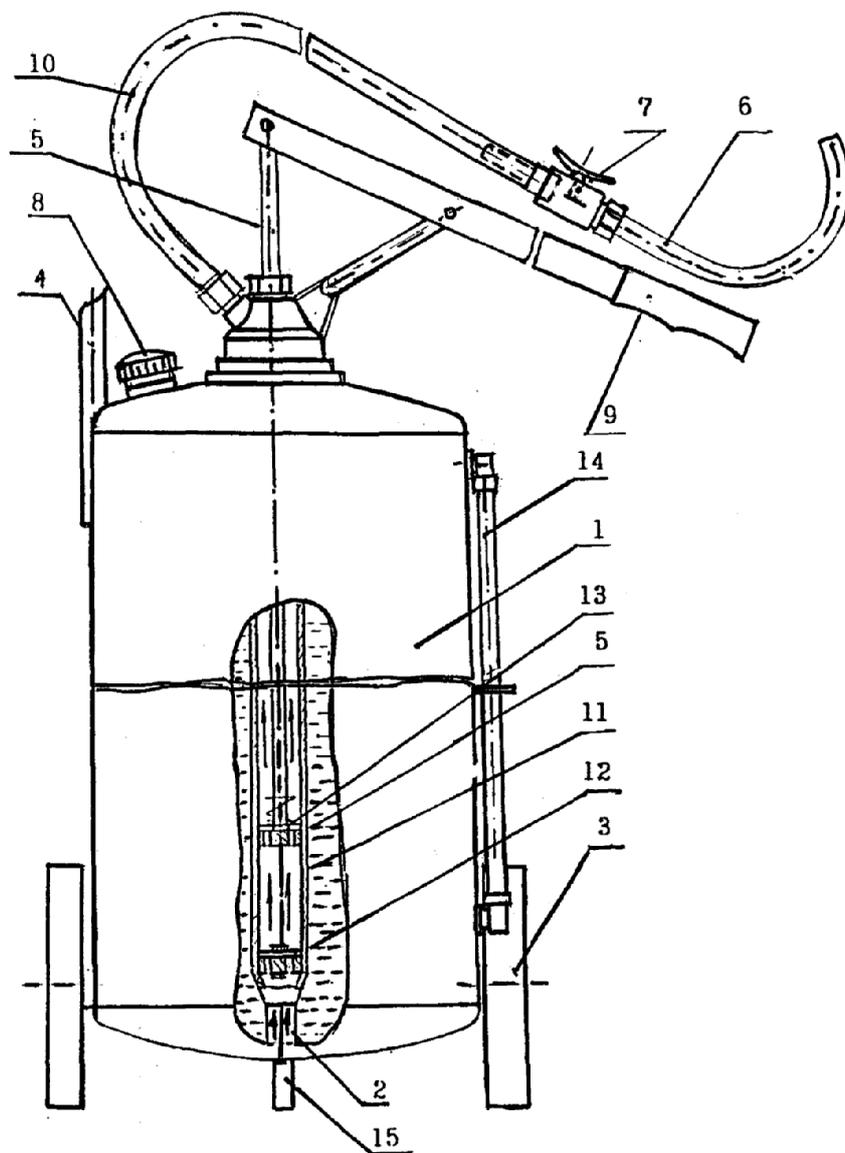

Рис. 1
Установка маслораздаточная (**Рис.1**) состоит из специального цилиндрического резервуара **1**,  $V=30$  л и заливной горловины **8**, размещенной на корпусе резервуара. Резервуар снабжен двумя колесами **3** и ручкой **4**, что позволяет легко перемещать установку в пределах рабочего места обслуживания.
**7.3.** Заправить установку рабочим маслом через заливную горловину **8** (**Рис.1**), при этом кран **7** должен быть закрыт.